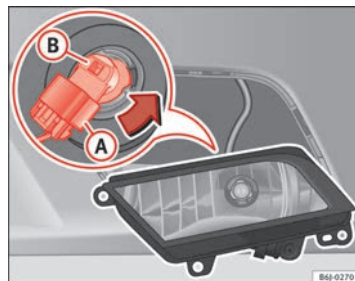

Abb. 150 Nebelscheinwerfer
- Ziehen Sie den Stecker ⇒ Abb. 150 **(A)** von der Lampe ab. ►
- Drehen Sie den Lampenträger → Abb. 150 **B** nach links und ziehen Sie.